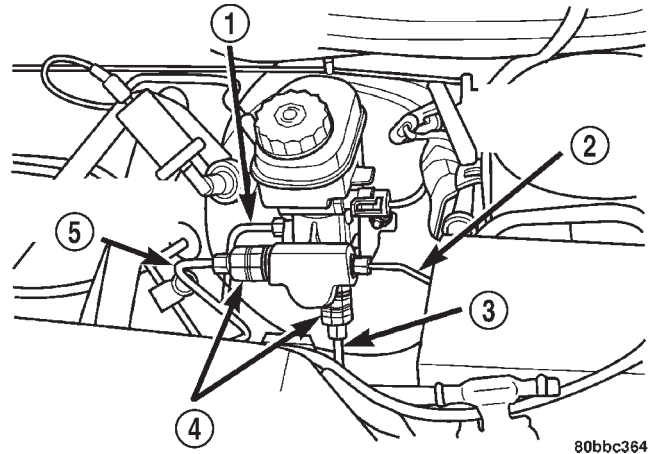

Fig. 16 Localización de la válvula dosificadora
Una válvula dosificadora controla el freno trasero derecho, mientras que la otra válvula dosificadora controla el freno trasero izquierdo (Fig. 16). Por lo tanto, es esencial efectuar una prueba en carretera para determinar qué rueda trasera patina antes.
(2) Utilice la figura que se muestra para determinar qué válvula dosificadora necesita comprobación (Fig. 16).
(3) Retire el tubo de freno hidráulico de la válvula dosificadora que controla la rueda trasera del vehículo que presenta el patinamiento prematuro.
(4) Retire la válvula dosificadora de sus orificios de salida en el cilindro maestro.